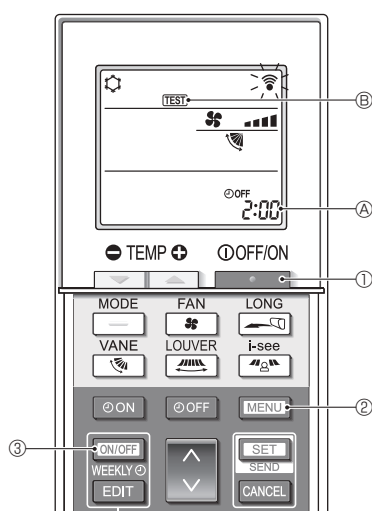

Fig. 7-5
■ Essai de fonctionnement (Fig. 7-5)
- Appuyez sur le bouton ① pour arrêter le climatiseur.
- Si la minuterie hebdomadaire est activée (**WEEKLY** est affiché), appuyez sur le bouton ③ pour la désactiver (**WEEKLY** disparaît).
- Appuyez sur le bouton ② pendant 5 secondes.
- Appuyez sur le bouton ②.
- TEST** ⑥ s'allume et l'appareil entre en mode essai de fonctionnement.